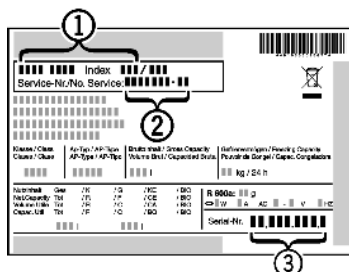

Fig. 18
▶ Apparaataanduiding Fig. 18 (1), service-nr. Fig. 18 (2) en serie-nr. Fig. 18 (3) van het typeplaatje aflezen. Het typeplaatje bevindt zich aan de linkerkant binnen in het apparaat.
- ▶ Contact opnemen met de Technische Dienst en het probleem, apparaataanduiding Fig. 18 (1), service-nr. Fig. 18 (2) en serie-nr. Fig. 18 (3) mededelen.